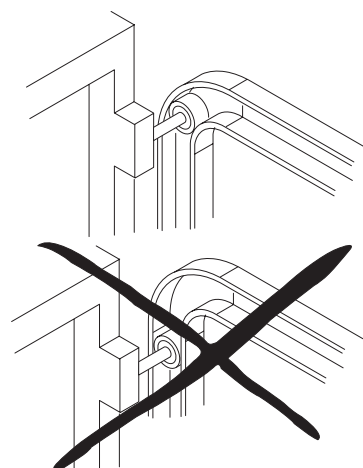

Fig. 5
- Vérifier que le rouleau de guidage supérieur de la porte sectionnelle se trouve dans la partie horizontale du rail lorsque la porte est fermée (fig. 5).